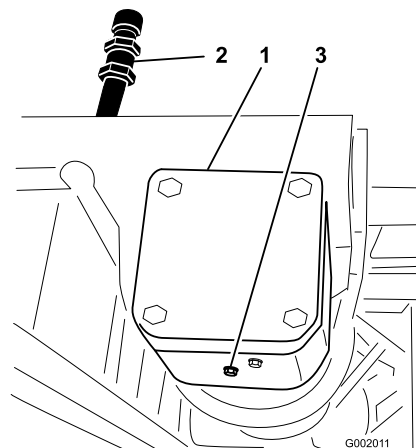

図 69
2. ドレン・プラグの下にオイルを受ける容器をおく(図 69)。
3. 補給口プラグとドレン・プラグを取り(図 69)、排出されるオイルを容器で回収する。